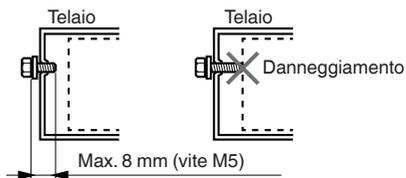

Figura 4
5. Per l'installazione, utilizzare le viti in dotazione. L'utilizzo di viti diverse potrebbe danneggiare l'unità. (Figura 4)